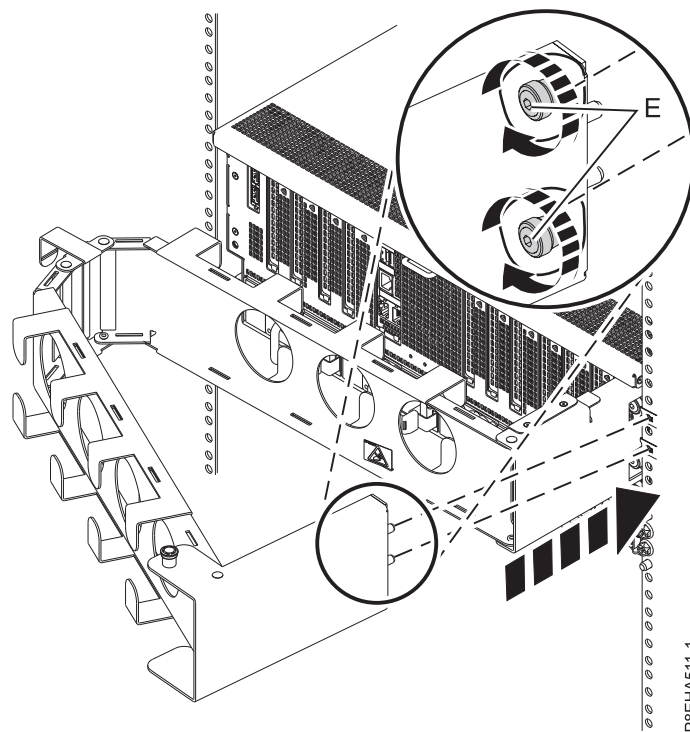

図 20. レールへの外側プレートの取り付け
3. 図 20に示すように、2 つの拘束ねじ (E) で外側プレートをレールに取り付けます。